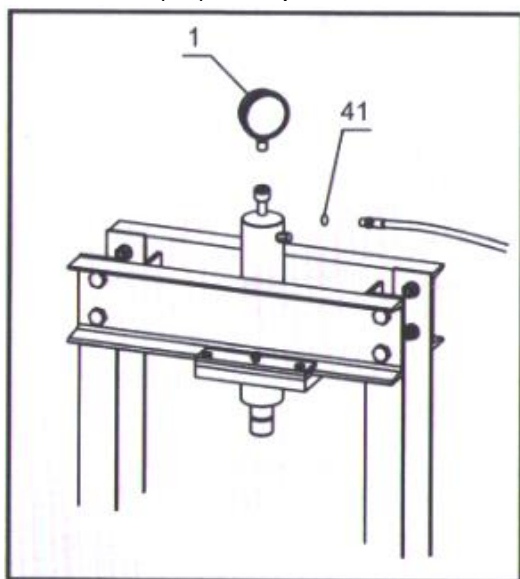

Рис. 5
Воспользуйтесь схемой станда (рис. 5), списком деталей и схемой сборки, приведенной в данной инструкции, разложите все детали по порядку и установите их предназначение перед сборкой.
6. Закрепите манометр (1) и шланг на силовом цилиндре, установив уплотнительное кольцо (41). См. рис. 5.